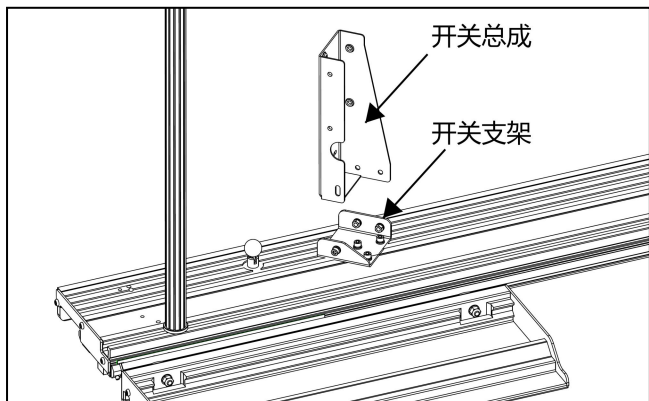

图 19
- 使用配套五金包中的 3 颗 M6-1.0 x16 螺钉、3 颗 M6 垫圈和 3 颗 M6 锁紧垫圈，将开关支架安装滑台底部，如图 19 所示。
- 使用 3 颗 M6-1.0 x16 螺钉、6 个 M6 垫圈、3 个 M6 锁紧垫圈和 3 个 M6 螺母将开关总成安装到开关支架上，如图 19 所示。